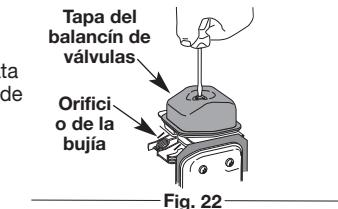

Fig. 22
- Quite la cubierta del motor (Fig. 22).